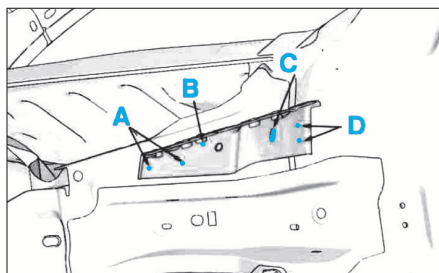

FIG. 13
- Déposer le supérieur de la joue d'aile AV en A,B,C et D (Fig.13).